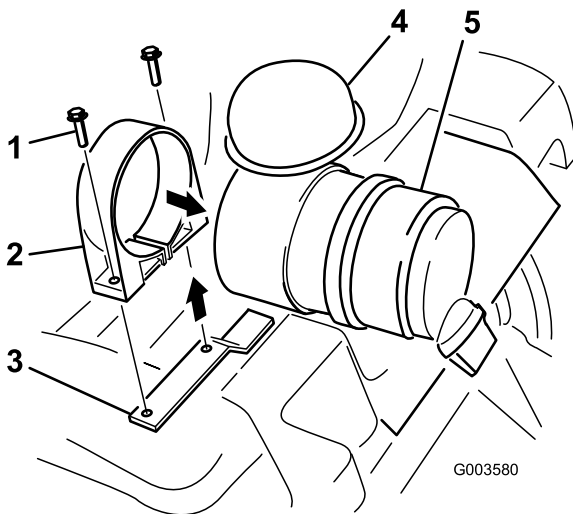

Bild 2
6. Öffnen Sie den Luftfilterriemen und ziehen Sie ihn über das Ende der Glocke, an dem Sie den Filter entfernt haben (Bild 2).